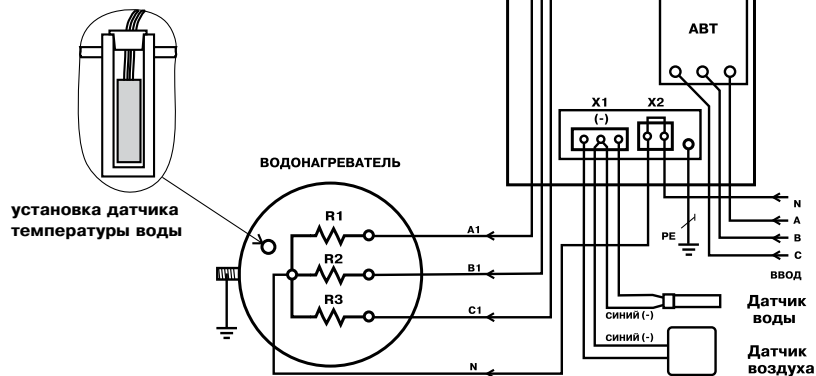

Рис.2 Схема подключения панели управления
5.2. Эксплуатация панели должна осуществляться только при условии ее подключения в соответствии со схемой подключений (Рис.2).
6.3. Подключить панель к питающей сети кабелем соответствующего сечения исходя из номинальной мощности электроводонагревателя согласно схеме подключений Рис.2 настоящего паспорта. Если используется одножильный медный провод, то необходимо тщательно зачистить и облудить присоединяемые концы. При использовании многожильного кабеля его концы необходимо тщательно зачистить и обжать контактным наконечником.
Во избежание искрения, места присоединения проводов необходимо тщательно затягивать. Ввод кабелей и проводов осуществляется с учетом сохранения степени защиты панели. При подключении панели ПУ ЭВТ-И1 к однофазной сети переменного тока необходимо соединить вместе клеммы А,В,С вводного автомата и подключить их к фазному проводу питающей сети. Нулевой провод питающей сети подключается согласно схеме Рис.2.
6.4. Установить датчик температуры воды, выполненный в виде гильзы из нержавеющей трубки, в специальное герметичное отверстие в водонагревателе. Для этого необходимо извлечь защитную пробку из отверстия, поместить в него датчик до упора и зафиксировать его пробкой, входящей в комплект датчика, (см.Рис.2). Датчик температуры воздуха необходимо установить в помещении на высоте 1.4 - 1.5 м от пола, исключив прямое воздействие на него потоков воздуха от нагревательных приборов, вентиляторов и т.д.. Нагрев корпусов датчиков при монтаже не должен превышать их максимальную рабочую температуру. Подключить датчики к монтажной колодке X1 в соответствии со схемой Рис.2, обращая особое внимание на полярность датчиков. Провода датчиков синего цвета, помеченные знаком (-) подключаются на среднюю клемму колодки X1. Датчики подключаются медными проводами сечением 0.5- 0,75кв.мм необходимой длины. При длине провода более 10 метров желательно использовать провода свитые в пары (не более 50 метров).
6.5. Подключить панель к электроводонагревателю согласно схеме подключений Рис.2 кабелем соответствующего сечения исходя из номинальной мощности электроводонагревателя.
6.6. Выполнить заземление (защитное зануление) корпуса панели в соответствии со схемой подключений Рис.2 .